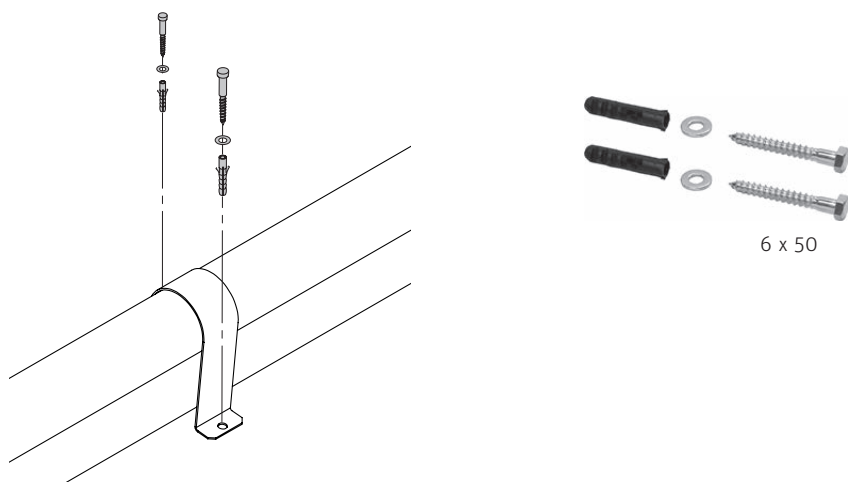

Fig.21 Fissare i tubi e le fascette nella stiva di stoccaggio
- ▶ Per le sonde più lontane e i tubi più lunghi, entrambi I tubi dovrebbero essere fissati insieme al pavimento della stiva con le clips di fissaggio (accessorio) – Fig. 21.
- ▶ Fissare le sonde e le clips di fissaggio al pavimento con 2 viti da legno a testa esagonale 6x50 e rondelle a U – Fig. 21.